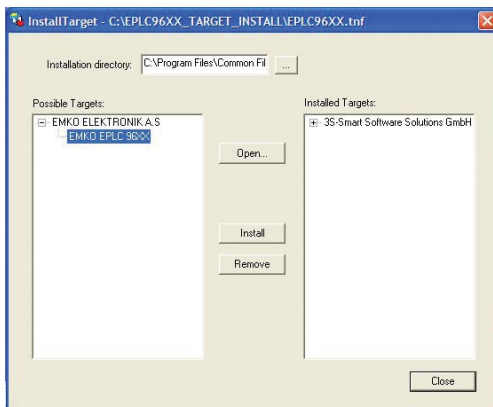

Рисунок 15.5 - выбор файла целевой платформы для установки
- 7) В левом окне выбрать необходимый контроллер (см. Рисунок 15.5).